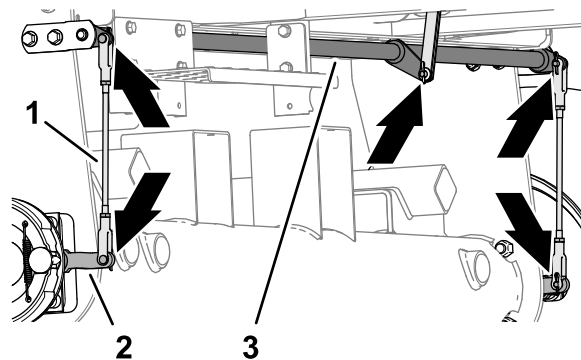

図 71
1. 左右のブレーキロッドアセンブリ 図 71 に破損や摩耗がないか点検する。
2. ブレーキのピボットシャフト 図 71 に摩耗や破損がないか点検する。